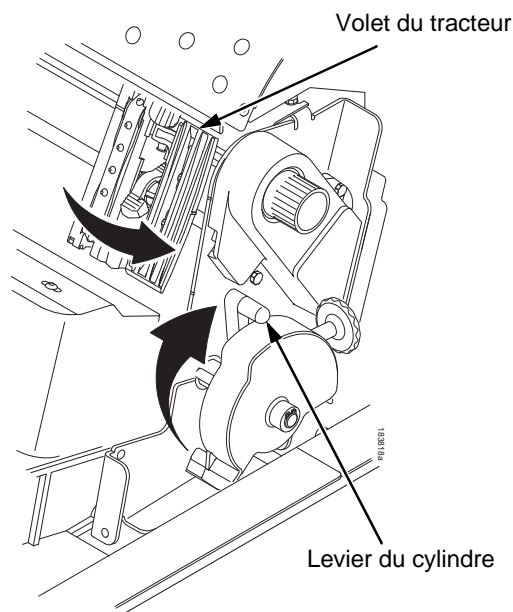

Figure 29. Relevage du Levier du cylindre
2. Relevez le levier du cylindre au maximum (voir Figure 29).